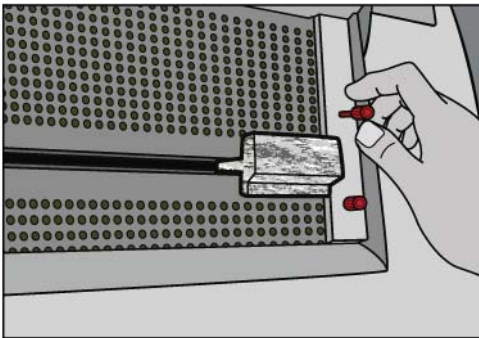

ABBILDUNG 3
4. Den weißen Transportschutz der Buchklammer können Sie entfernen, indem Sie die zwei roten Schrauben lösen (siehe Abbildung 3).
5. Entfernen Sie die zwei kleinen Schaumstoff-Transportsicherungen nachdem Sie das Gerät eingeschaltet haben (siehe Abbildung 3).